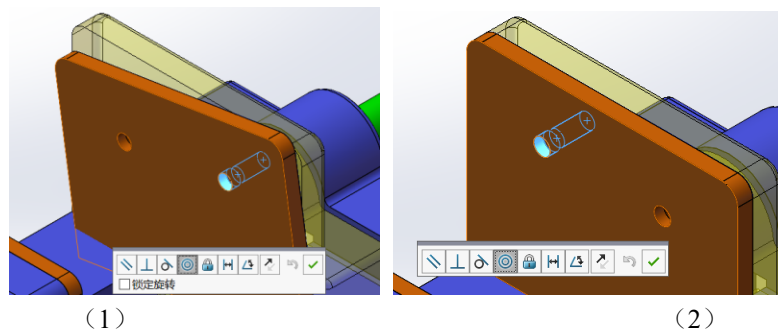

图 4-42 添加“同轴心”配合
- 如图 4-42 (1) 和图 4-42 (2) 所示，分别定义两孔“同轴心”配合。